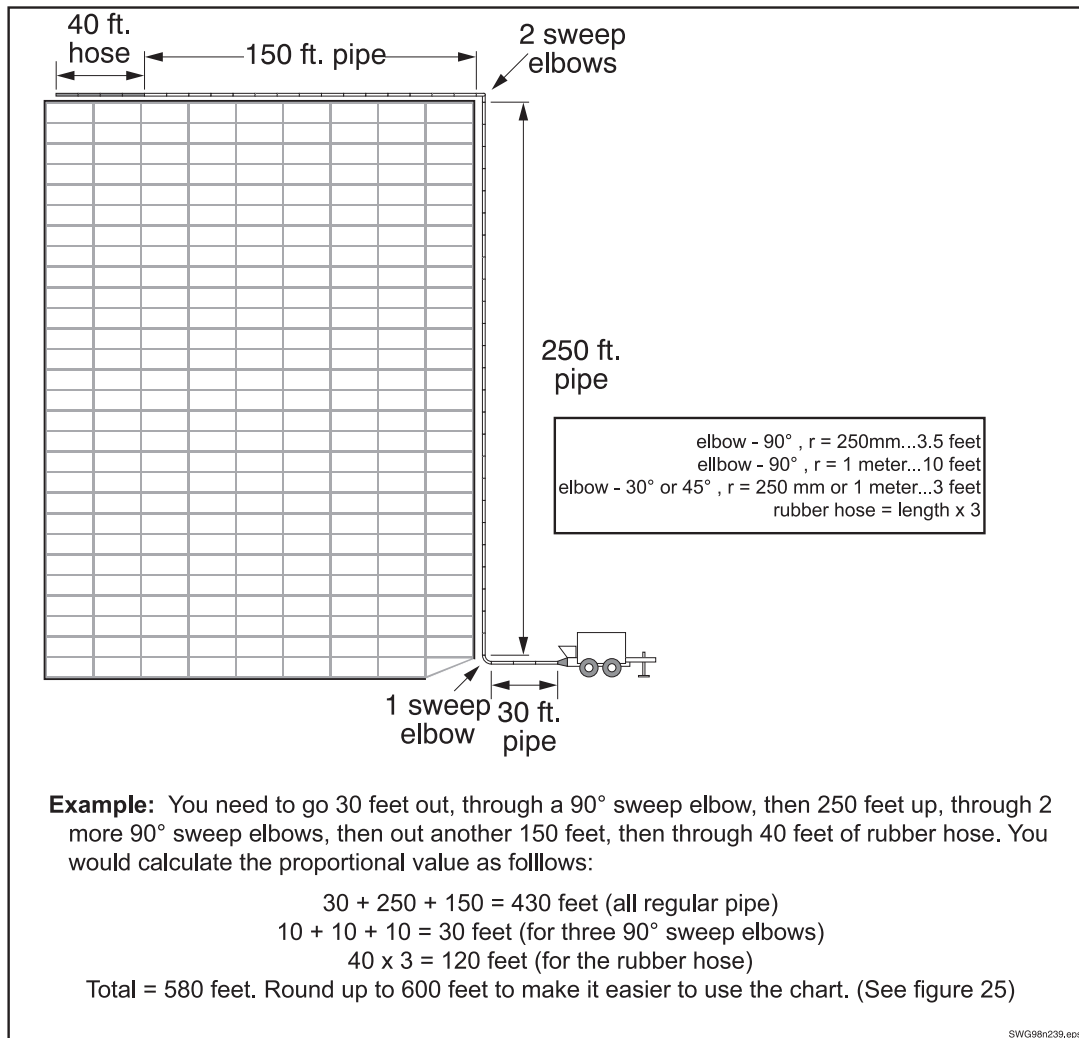

Figure 84
- toutes les distances, horizontales ou verticales, doivent être précisées. L'augmentation de pression nécessaire pour pousser le béton verticalement est prise en compte par l'ajout de pression et non par la distance. Notre exemple de conduit est indiqué ci-dessous (Figure 84).